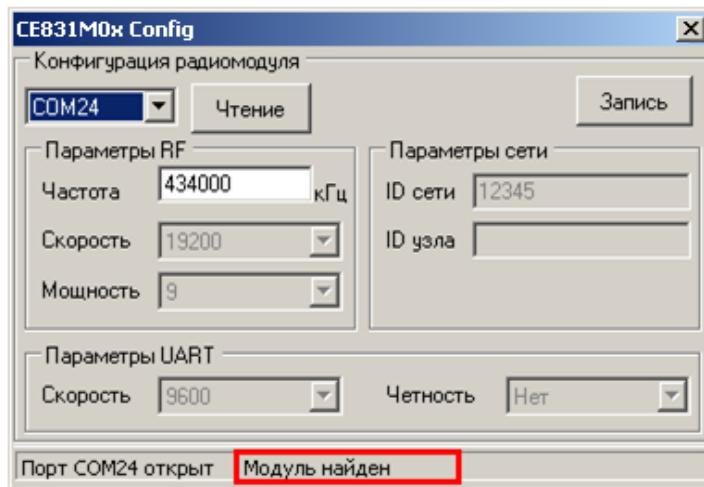

Рисунок 38 – Стока статуса после установления связи с радиомодулем
5.2.3.4.14 Подать питание на счетчик, при этом в строке статуса должна появиться надпись «Модуль найден» (рисунок 38). В случае если модуль не найден, проверить правильность подключения модуля к ПК, отключить питание счетчика и повторно подать.
5.2.3.4.15 После того, как связь с радиомодулем счетчика установлена, частоту радиоканала радиомодуля можно изменить (если требуется). Для этого необходимо ввести новое значение частоты в соответствующее поле ввода (см. рисунок 38).